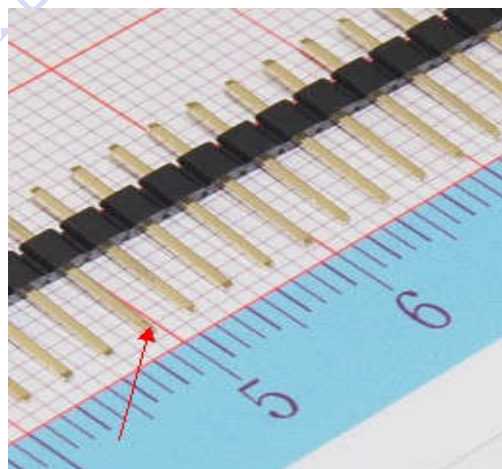

图 62
7) 一个管脚间距是 2.54 mm 的标准排针，此排针规格长是 0.7 mm，宽 0.7 mm，对角线是 1 mm，请问设计时元件脚钻孔尺寸那个最适合 (如图 62 所示) (D)